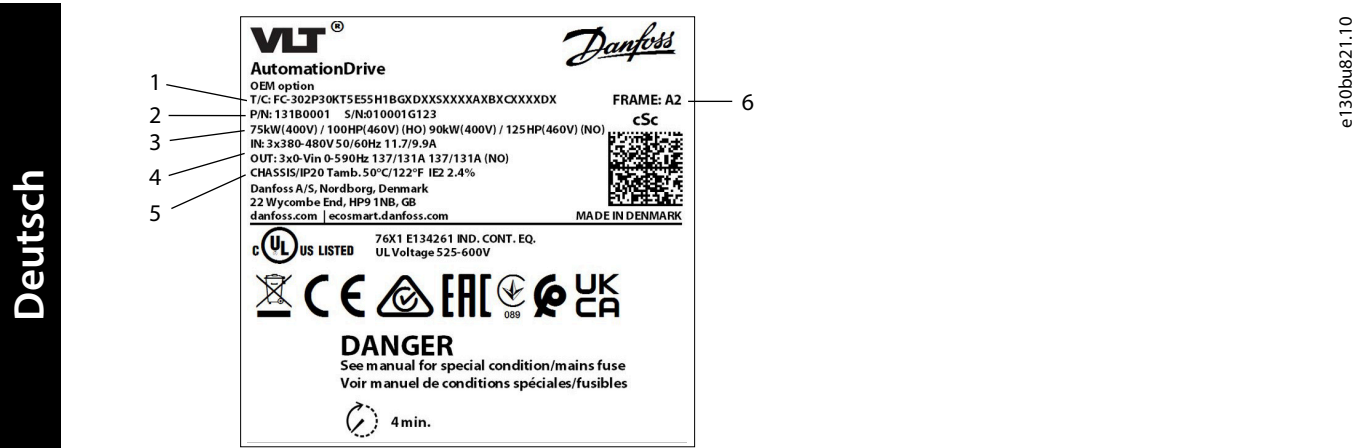

Abbildung 1: Beispiel für ein Produkttypenschild
1. Ermitteln Sie die Gehäusegröße. Siehe Abbildung 1.